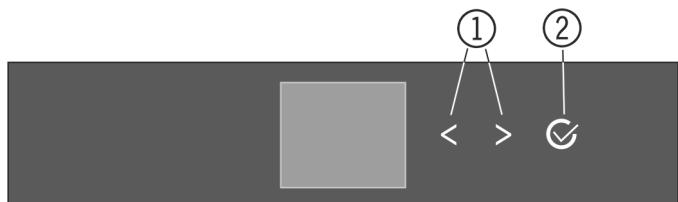
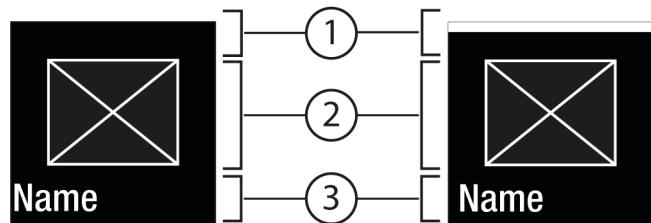
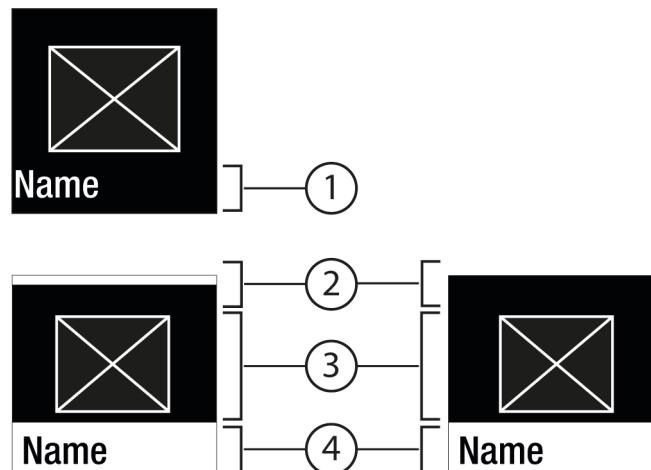

Fig. 5
Fig. 6
Fig. 7
(1) Навигационная стрелка влево / вправо
(2) Подтвердить
Навигационная стрелка влево / вправо Fig. 5 (1):
Подтвердить Fig. 5 (2):
- Навигация при помощи навигационной стрелки влево / вправо Fig. 5 (1).
- С помощью Подтвердить Fig. 5 (2) вызвать Подменю Fig. 7 (4).
- Установка нового значения: С помощью Подтвердить Fig. 5 (2) выбрать деактивированное значение Fig. 6 (1).
- Назад в меню: С помощью Подтвердить Fig. 5 (2) выбрать уже активированное значение Fig. 6 (2).
- Навигационные стрелки Fig. 5 (1) нажмайте до тех пор, пока не появится индикация функции .
- Нажмите на Подтвердить Fig. 5 (2).
- С помощью навигационных стрелок Fig. 5 (1) выберите значение настройки.
- ▷ Состояние: активировано Fig. 6 (1) появляется недолго в Подменю Fig. 7 (4).
- Нажмайтe навигационные стрелки Fig. 5 (1) до тех пор, пока не появится индикация настроек .
- Нажмайтe навигационные стрелки Fig. 5 (1) до тех пор, пока не появится индикация требуемой настройки.
- Нажмите и удерживайте в течение 3 секунд Подтвердить Fig. 5 (2).